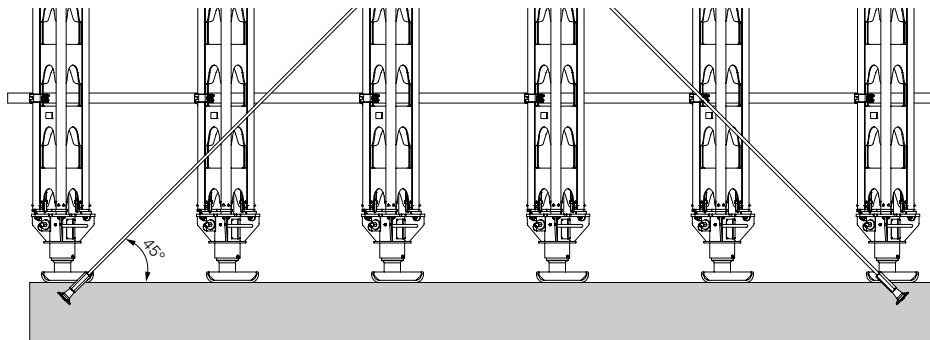

Fig. B2.02
- HD støtternes fodplader skal være fuldt understøttet på fundamentet. (Fig. B2.02)